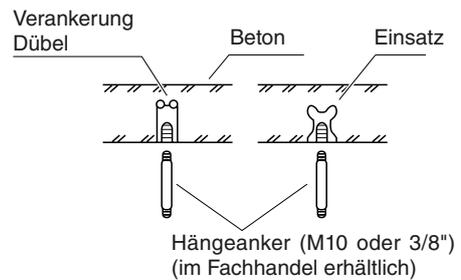

Abb. 3-190
- Die Hängeanker einsetzen, wie in Abb. 3-190 gezeigt
(2) Die Hängeanker hineindreihen, wobei diese aus der Decke herausragen müssen, wie in Abb. 3-190 gezeigt. (Nötigenfalls muss die Deckenverkleidung modifiziert werden.)